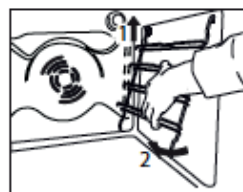

Fig. 1
Si noti che le aste superiori sono più lunghe di quelle inferiori e che i ganci si trovano sul retro del forno. Vedere Fig. 1.
1. Rimuovere le griglie portaccessori laterali (Fig. 1)